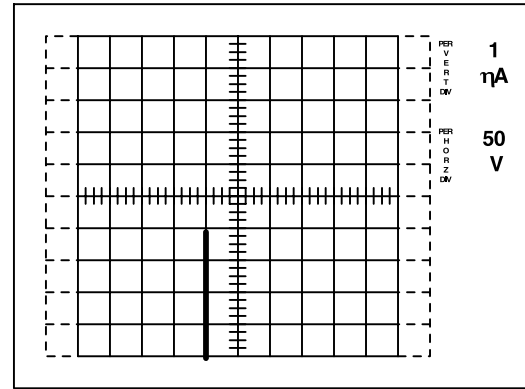

Рис.3. Ток утечки сток-исток ($IDSS$)
2. Подключите прибор с помощью переключателя LEFT/RIGHT и отрегулируйте напряжение, подаваемое на коллектор так, чтобы оно было равно норме напряжения МОП ПТ (200 В для IRF630). Считайте значение I_{DSS} с изображения (см. рис.3). Может потребоваться изменение чувствительности по вертикали, чтобы получить изображение подходящего размера. Часто I_{DSS} оказывается в диапазоне наноампер и видимый ток будет представлять собой токи емкостей, возникающие из-за незначительных изменений напряжения, подаваемого на коллектор.